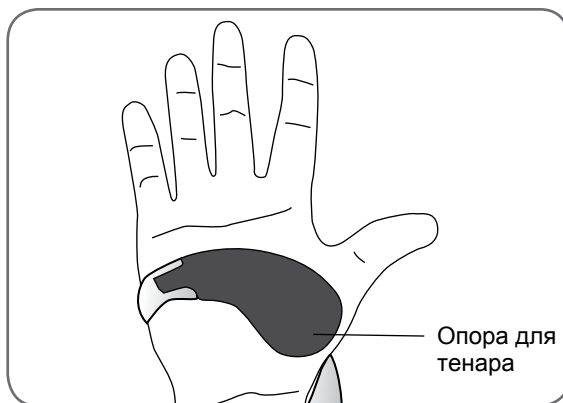

Рисунок 8-7. Расположение опоры для тенара
1. Поместите ортез на устойчивую поверхность и вставьте кисть в спиральную концевую часть ортеза. Опора для тенара (с прикрепленным к ней тканевым электродом опоры для тенара) должна располагаться на основании большого пальца. См. рисунок 8-7.